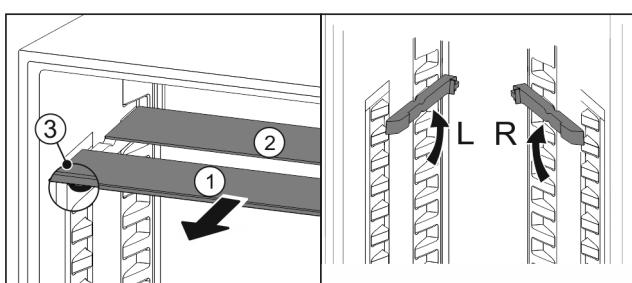

Fig. 90
- Extrageți Fig. 90 (1) pe rând plăcile de sticlă spre înainte.
- Placa de sticlă Fig. 90 (1) cu șipca decorativă se află în față.
- Opritoarele Fig. 90 (3) indică în jos.